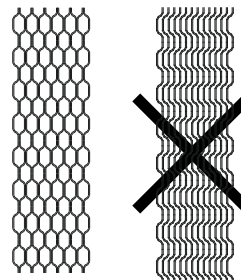

Fig. 10
- Bei korrekter Ausrichtung der Platten bildet der Stapel eine „Wabenform“ (Abb. 10).